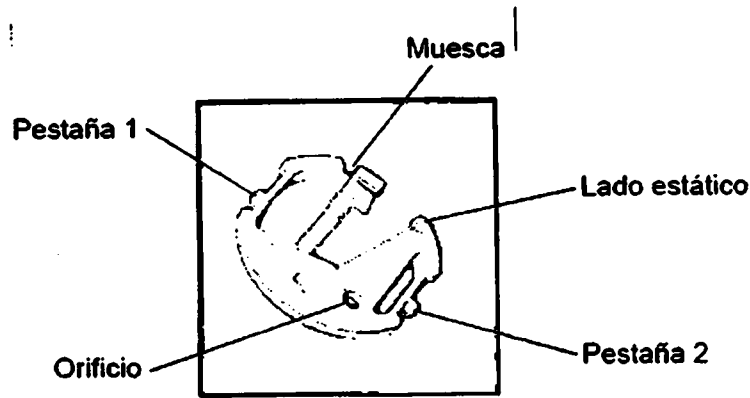
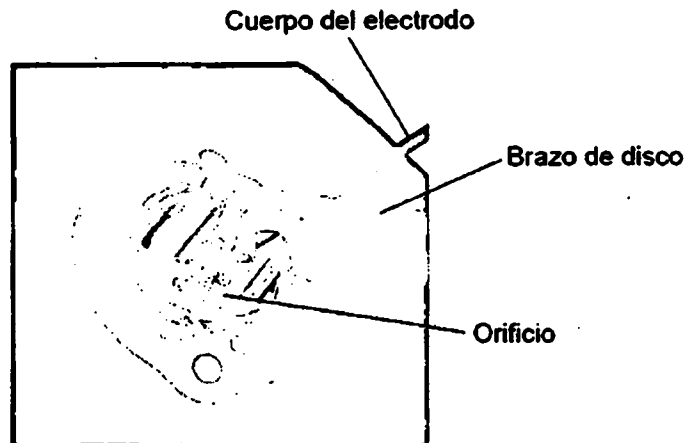

Figura 3. Clip de soporte (vista superior).
Figura 4. Inserte la punta de metal del extremo del brazo de disco de la herramienta de inserción en el pequeño orificio del clip de soporte.
2. Inserte la punta metálica del extremo del brazo de disco de la herramienta de inserción en el pequeño orificio situado cerca de la pestaña 2 del clip de soporte (Figura 3). Asegúrese de insertar la punta metálica del brazo de disco completamente en el orificio (Figura 4).
Nota: No coloque el clip de soporte en la base al revés. En la Figura 3 se muestra una vista superior del clip de soporte.
5. Mantenga el clip de soporte en un plano paralelo a la base y, a continuación, inserte la pestaña 1 (Figura 3) en la base, formando un pequeño ángulo.
6. Oriente el clip de soporte de forma que el lado estático (derecho) de la abertura con forma de V (Figura 3) quede contra el cuerpo del electrodo (pero mirando al lado opuesto de la ranura de salida), evitando un contacto significativo entre el cuerpo del electrodo y el clip de soporte.
7. Presione la pestaña 2 hacia abajo (Figura 3) en la base hasta que encaje en posición.
5. Inserte la punta metálica del extremo del brazo de disco de la herramienta de inserción en el pequeño orificio situado cerca de la pestaña 2 del clip de soporte (Figura 3). Asegúrese de insertar la punta metálica del brazo de disco completamente en el orificio (Figura 4).